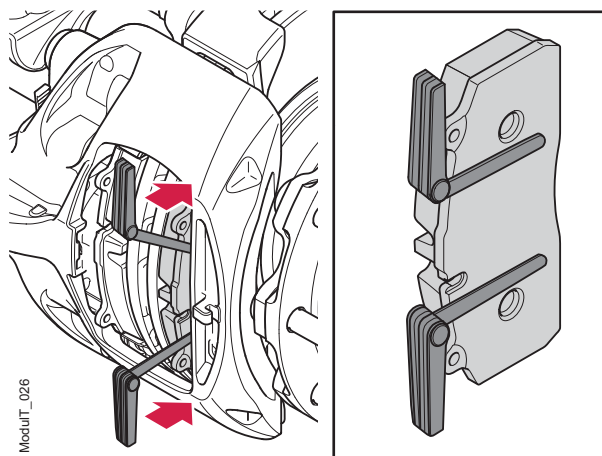

Figura 16. Ubicación correcta de las galgas de espesores
4. Introduzca dos galgas de espesores entre la pinza y la pastilla exterior y mida la holgura. Coloque las galgas de espesores en la parte superior e inferior de la placa posterior de la pastilla de modo que el promedio de holgura sea medido; véase la figura 16.